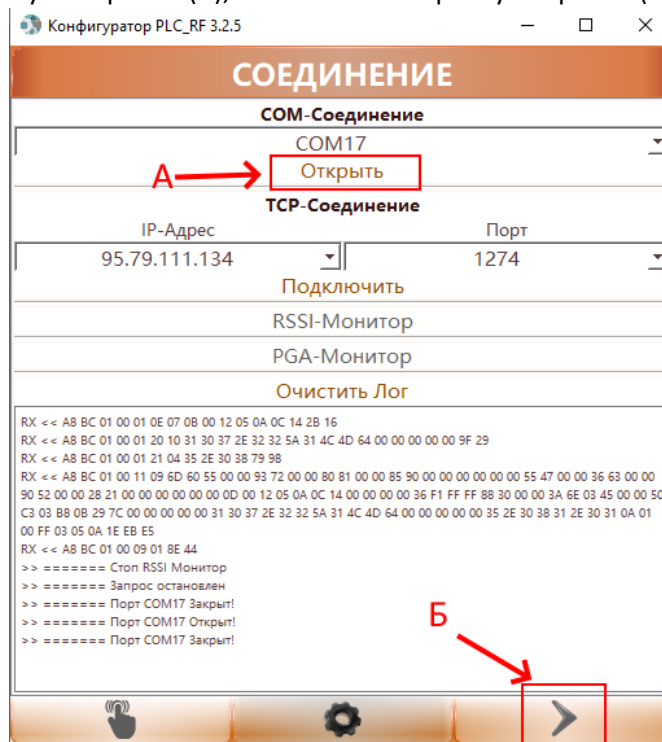

Рис. 1
2. Запустить программу PLC/RF Configurator, выбрать COM-порт, к которому подключен ПИ (на рис.1 это COM 17) и нажать кнопку «Открыть» (А), затем нажать стрелку «вправо» (Б)